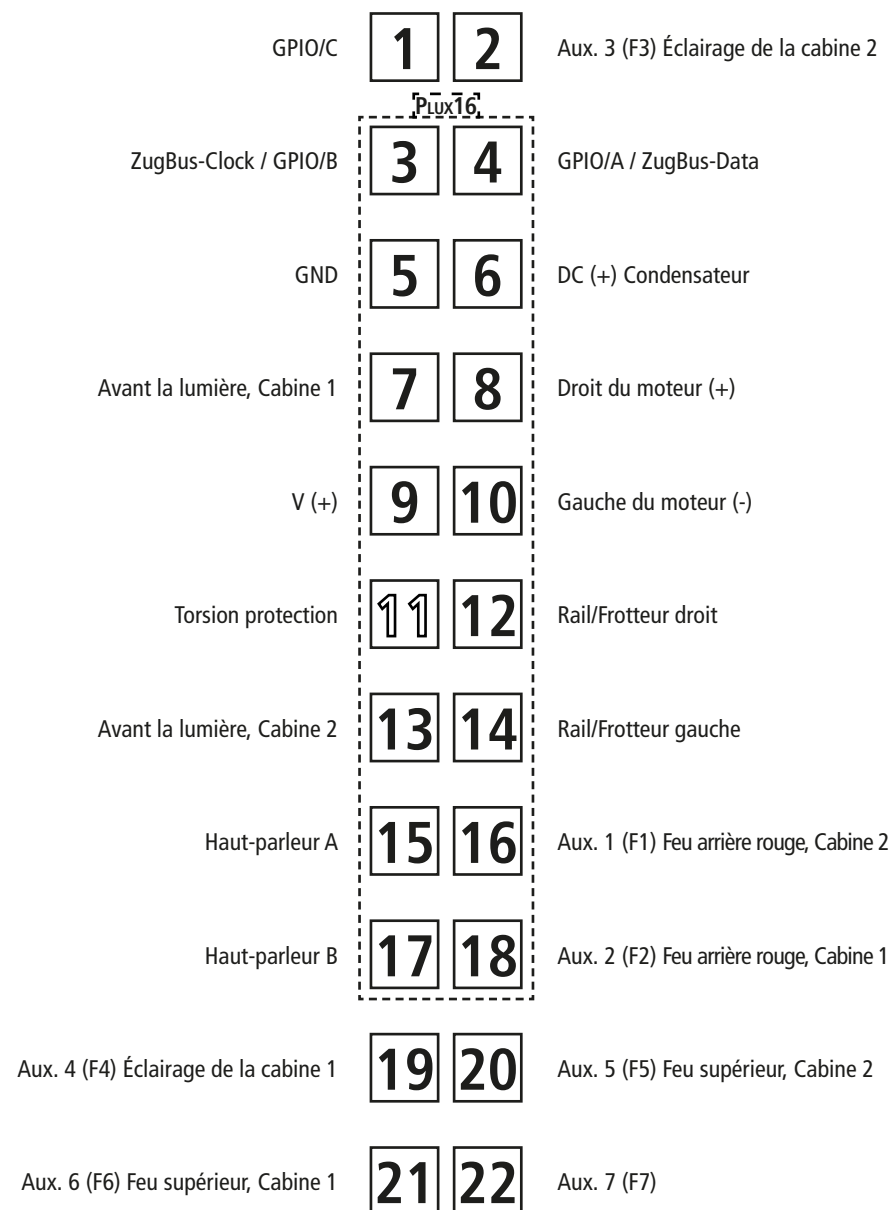
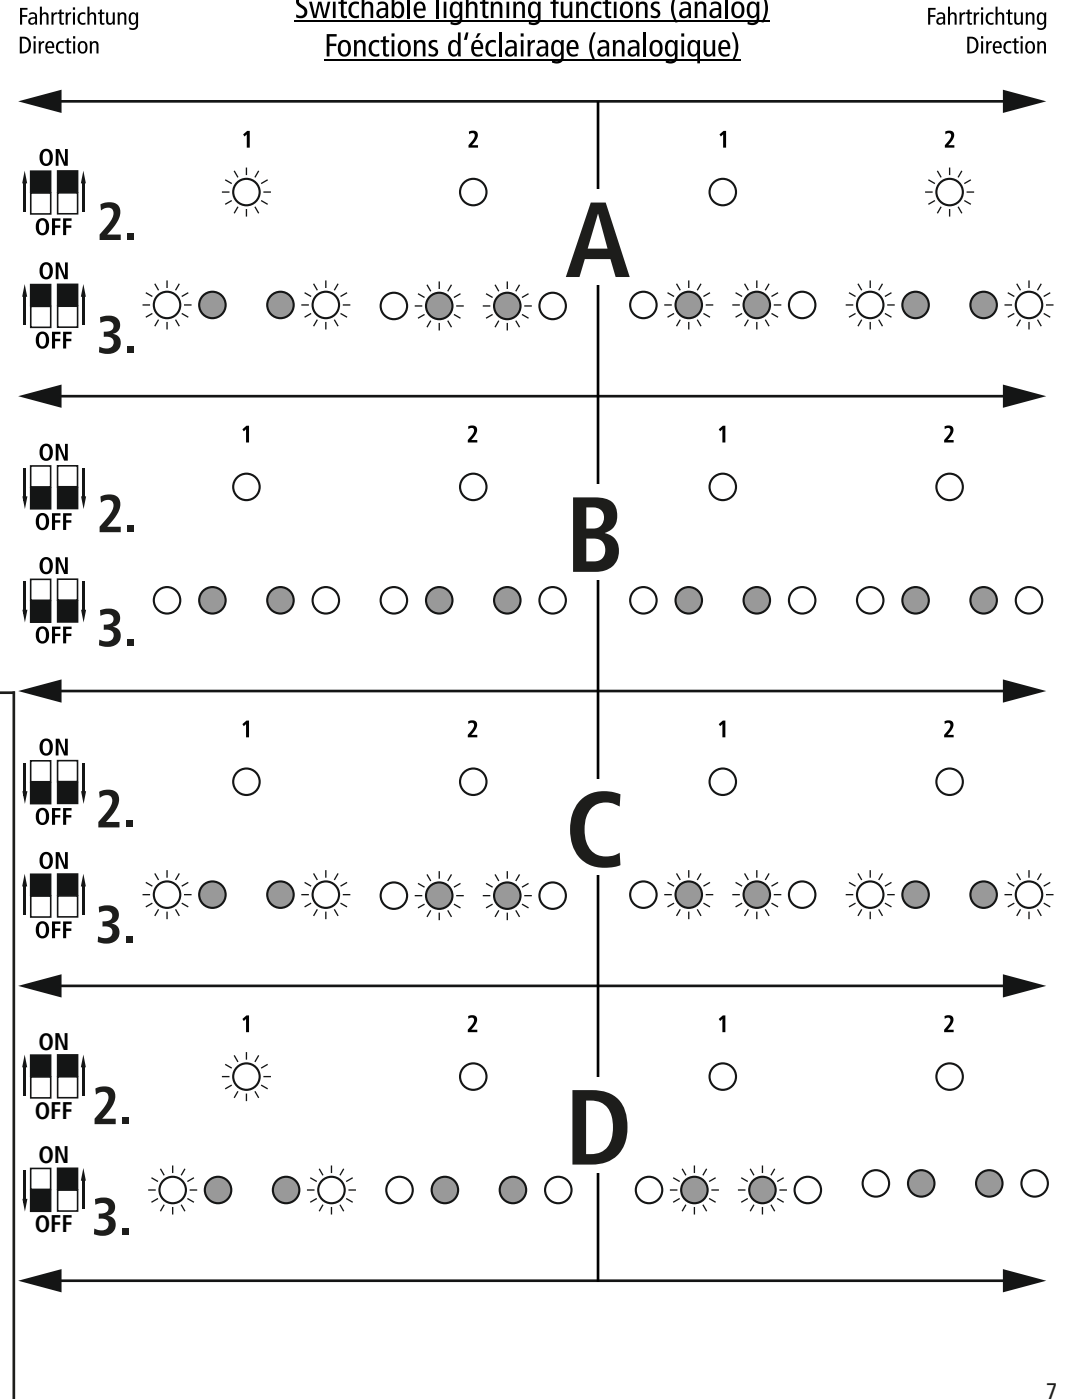
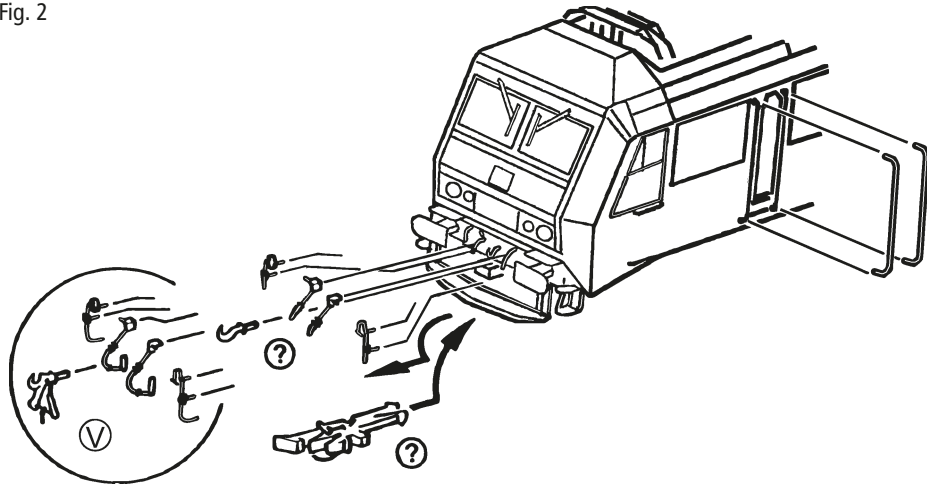

Fig. 10
Fig. 6
Fig. 3
2. Schmierung: Versehen Sie die im Schmierplan in Fig. 10 gekennzeichneten Stellen mit nur **kleinen Öltropfen**. Dazu zuerst das Lokgehäuse abnehmen (Fig. 3). Wir empfehlen den **ROCO Öl** Art.-Nr. **10906**. Fürs Schmieren der Getriebeteile (Zahnräder, Schnecke) empfehlen wir das **ROCO-Spezialfett** Art.-Nr. **10905**. Im Falle der Schmierung diese Teile **nicht ölen**.
Mehrzugbetrieb: Zuerst Lokgehäuse abnehmen (Fig. 3). Danach den Brückenstecker aus der Schnittstelle entfernen (diesen sorgsam aufbewahren). Danach den Stecker des Steuerbausteins lagerichtig einsetzen (siehe Fig. 6).
4. Kohlebürstenwechsel: Lokgehäuse abnehmen (Fig. 3). Danach wird der Motor ausgebaut und die Kohlebürsten ausgewechselt (Fig. 10).
2. Lubrication: Apply **tiny oil drops** to spots marked in fig. 10. Prior to lubrication dismantle locomotive (fig. 3). We recommend using item no. **10906, Roco oiler**. For lubrication the gearparts (e.g. cogwheels, worm) we should recommended our Roco **special grease** (item no. **10905**).
Remove the jumper from the interface. Finally put the plug of the chip into the interface as shown in fig. 6.
4. Carbon Brush Changing: First remove loco body (fig. 3), and then the motor (fig. 10).
2. Graissage: N'appliquez **qu'une toute petite goutte** aux endroits indiqués par le plan de graissage (fig. 10) après avoir démonté la caisse de la locomotive (fig. 3). Nous vous recommandons **le graisseur à huile Roco réf. 10906**. Pour graisser les engrenages (roues dentées, vis sans fin) nous vous conseillons la **graisse spéciale Roco réf. 10905** pour engrenages en matières synthé-
Enlevez la fiche de shuntage de l'interface (à conserver!) et enfichez finalement la fiche du module de télécommande aux prises de l'interface. Veuillez à la position correcte de la fiche (voir fig. 6).
4. Remplacement des balais du moteur: Démontez la caisse (voir fig. 3). Démontez ensuite le moteur et échangez le balais (fig. 10).